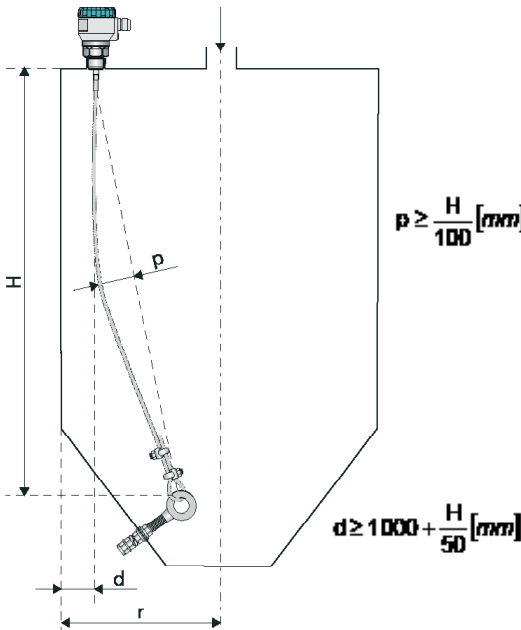

Abb. 19: Empfohlene Installation des Produkts mit Verankerung auf der selben Siloseite
- Beim Verhältnis Silobreite zur Silohöhe nach der Formel:  $r \geq 1000 + H/20$  [mm] kann das Seil auch auf der selben Siloseite verankert werden, siehe Abb. 19.
auf der gleichen Siloseite (Abb. 19)	$\geq 1000 + H/20$